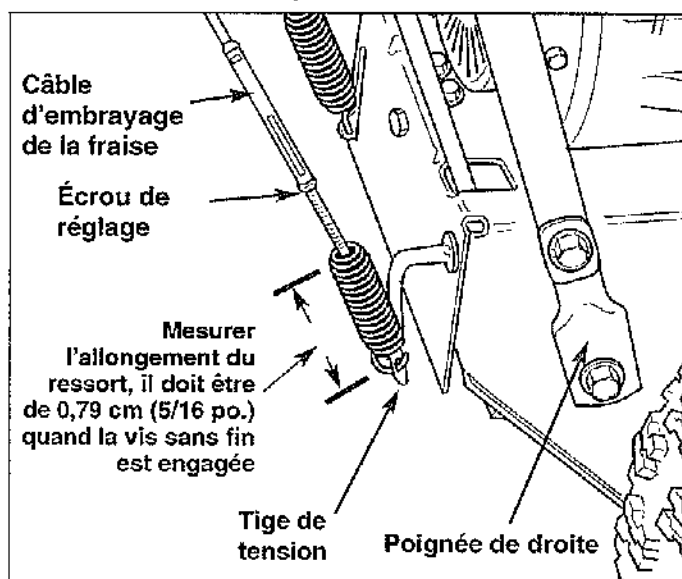

Figure 25. Tige d'embrayage d'entraînement de vis sans fin
2. Vérifier qu'il n'y a aucun mou dans le câble d'embrayage de la fraise (voir Figure 25). S'il y en a, suivre les instructions de réglage du câble d'embrayage de la fraise à la page 24..
3. Mesurez la longueur du ressort de l'embrayage de la vis sans fin (Figure 25).